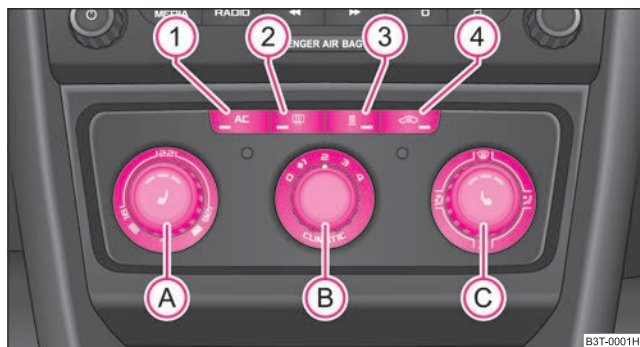

Abb. 110 Climatic: Bedienelemente
Die Kühlung arbeitet nur dann, wenn die Taste  ⇒ Seite 99, Abb. 110  gedrückt ist und folgende Bedingungen erfüllt sind:
- Drehen Sie den Drehregler **A** ⇒ Abb. 110 nach rechts, um die Temperatur zu erhöhen.
- Drücken Sie die Taste  **1** ⇒ Abb. 110. In der Taste leuchtet die Kontrollleuchte.
- Drücken Sie die Taste  (4) ⇒ Seite 99, Abb. 110, in der Taste leuchtet die Kontrollleuchte auf.
Wenn der Luftverteilungsregler  in der Position  ⇒ Seite 99, Abb. 110 steht, wird der Umluftbetrieb automatisch ausgeschaltet. Durch wiederholtes Drücken der Drucktaste  können Sie auch in dieser Stellung den Umluftbetrieb wieder einschalten.
Die Luftzufuhr für die einzelnen Luftaustrittsdüsen stellen Sie mit dem Drehregler  ⇒ Seite 99, Abb. 110 ein. Die Luftaustrittsdüsen **2, 3** ⇒ Seite 101, Abb. 111 und **5** ⇒ Seite 101, Abb. 112 können einzeln geschlossen und geöffnet werden.
Aus den geöffneten Luftaustrittsdüsen strömt je nach Stellung des Drehreglers  ⇒ Seite 99, Abb. 110 und nach Klimabedingungen erwärmte, nicht erwärmte bzw. gekühlte Luft. ■